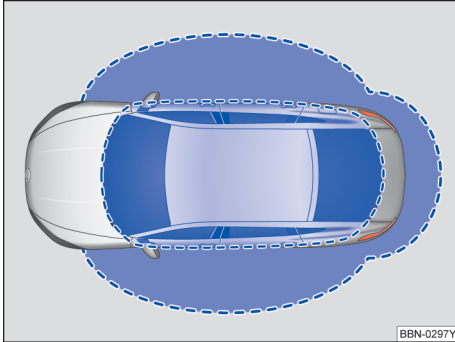
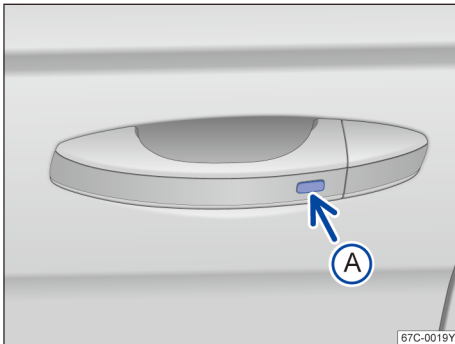

图 44 无钥匙进入闭锁/启动系统：工作范围
图 45 无钥匙系统 Kessy：车门拉手上的传感区
Kessy 是一种无钥匙系统，它可以实现在不操作遥控钥匙的情况下解锁或锁止汽车。操作者只需随身携带一把有效遥控钥匙，并处于车门或行李厢盖的有效感应区域内→图 44，同时触摸车门拉手上的传感区之一→图 45 或按压行李厢盖上的按钮进行简单操作即可实现。
如果有一把有效遥控钥匙在接近范围→图 44 内，则无钥匙系统 Kessy 会将访问权限授予该钥匙。紧接着可以在不主动操作遥控钥匙的情况下执行以下功能：
- 按压在驾驶员或副驾驶员车门拉手内侧的传感区→图 45（箭头 A）。
- 按压车门拉手上的传感区→图 45（箭头 A）一次。汽车锁止。
如果汽车已锁止并且一把有效汽车钥匙位于行李厢盖的接近范围内→图 44，按压行李箱把手按钮，解锁并打开行李箱盖。